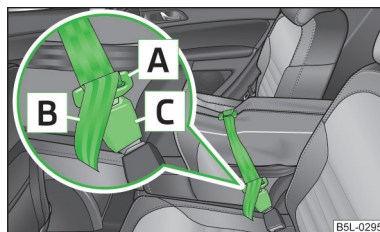

Fig. 86
- Infilare le lingue **A** » fig. 86 nel blocco per la cintura della cintura centrale posteriore **C**, prima da un lato e quindi dall'altro.